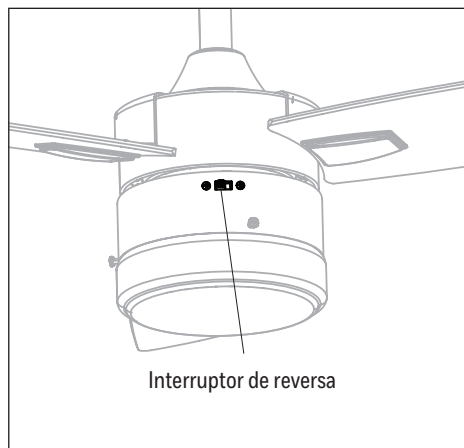

Figura 6.2
2. Utilice el interruptor de reversa del ventilador para optimizar el rendimiento de su ventilador según la estación del año. **En climas más cálidos**, presione el interruptor de reversa hacia la izquierda y verá un icono de un sol. Esto creará un flujo de aire descendente que generará un efecto de viento refrescante. **En climas más fríos**, deslice el interruptor de reversa hacia la derecha y verá un icono de copo de nieve, que creará un flujo de aire ascendente que puede ayudar a mover el aire caliente estancado fuera del área del techo (Figura 6.2). **Importante:** se debe configurar el interruptor de reversa completamente hacia la izquierda o hacia la derecha para que el ventilador funcione de manera correcta. Si el interruptor de reversa se configura en la posición del medio, el ventilador no funcionará.